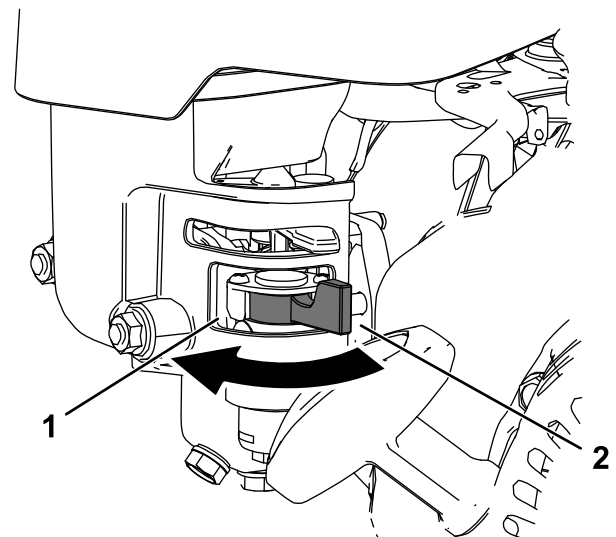

Bild 22
- Um das Kraftstoffventil zu öffnen, drehen Sie den Hebel am Kraftstoffhahn in Richtung des Rücklaufstartergriffs (Bild 22).
- Um das Kraftstoffventil zu schließen, drehen Sie den Hebel am Kraftstoffhahn vom Rücklaufstartergriff weg (Bild 22).